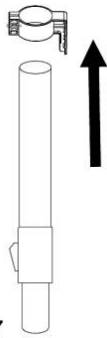

Fig.7
Paso 7: Inserte el tubo ajustable en el gancho y cloque el tubo en su lugar (Fig. 7). Fijar con el tornillo.